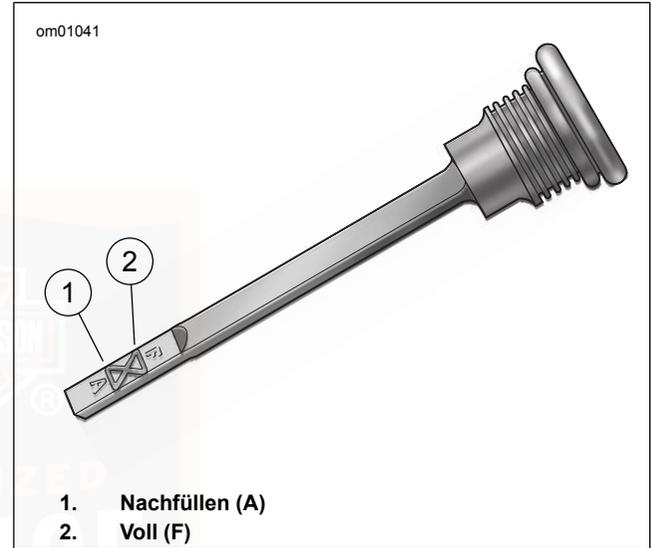

Abbildung 65. Getriebeschmiermittelstand
4. Siehe Abbildung 65. Einfüllverschlussstopfen/Ölmesstab entfernen. Den Schmiermittelstand auf dem Ölmesstab prüfen. Der richtige Ölstand liegt zwischen den Markierungen Add (A) (1) und Full (F) (2).